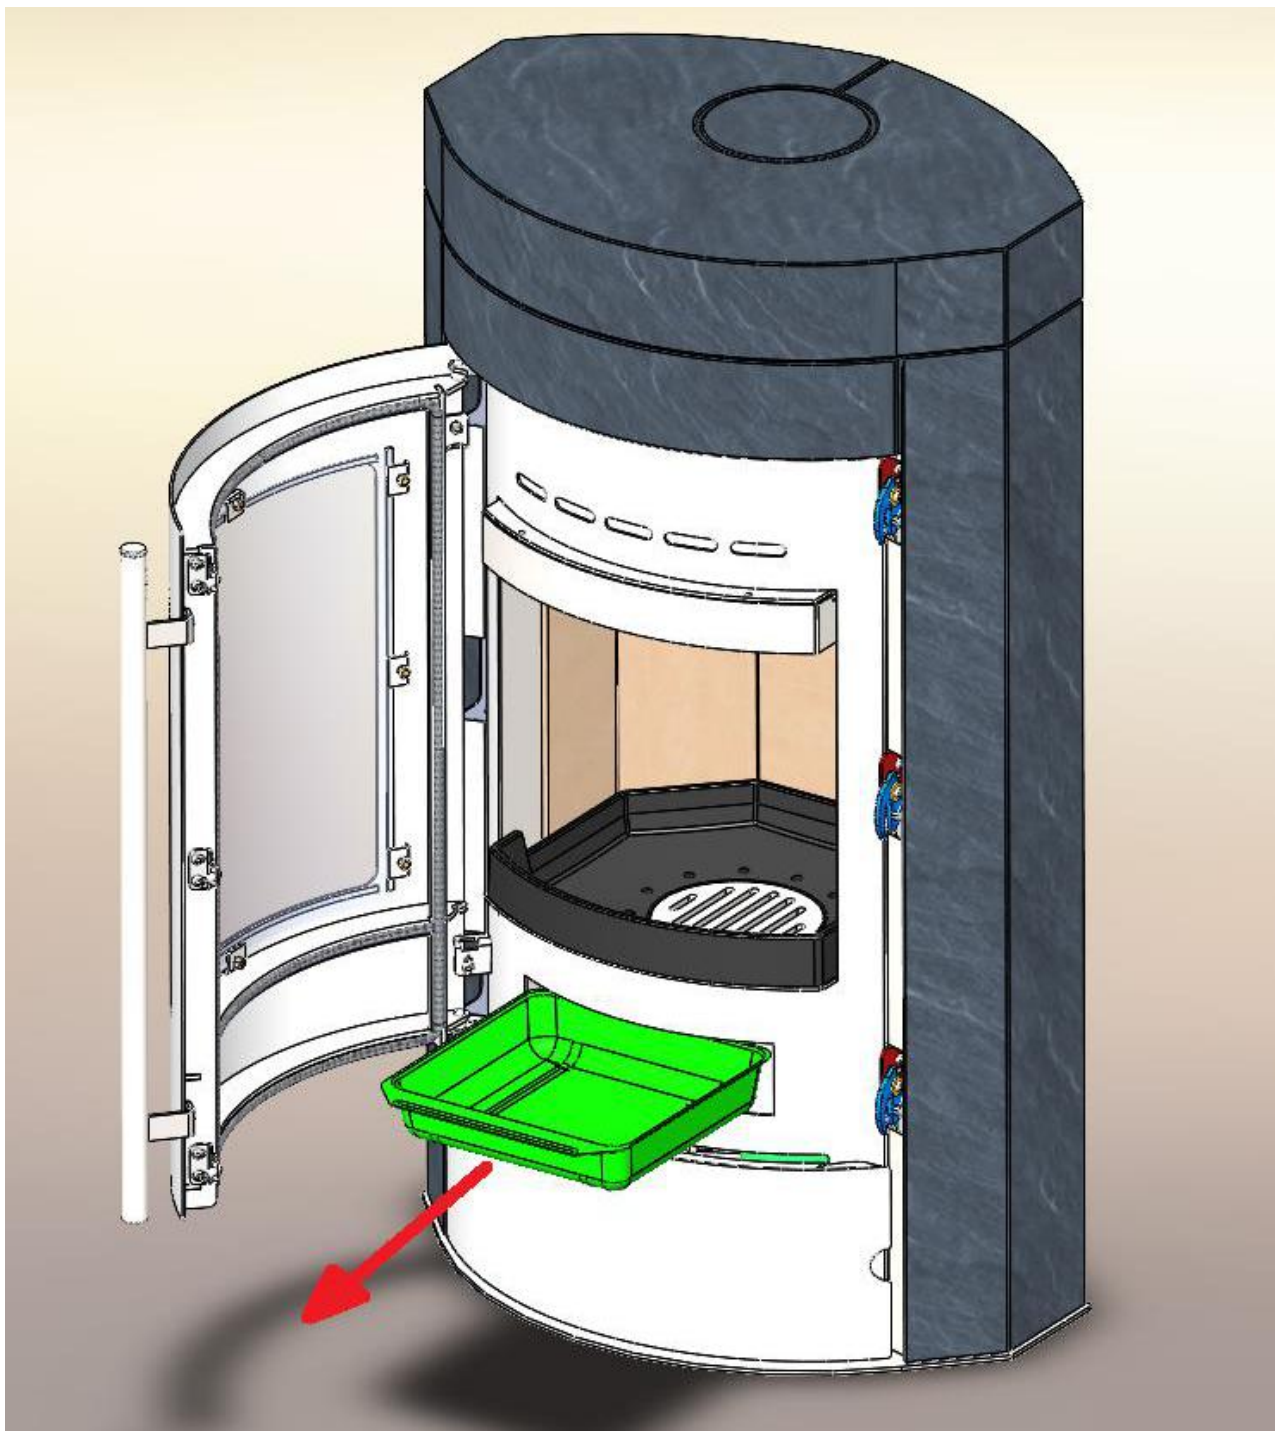

Abbildung 7 Entleeren der Aschelade
9. Abbildung 7 Entleeren der Aschelade	Seite 11